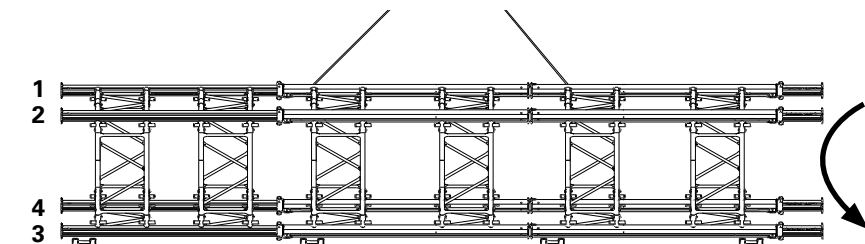

Fig. A3.08
2. A l'aide d'un engin de levage à 2 élingues, fixez l'échafaudage d'un côté et de façon symétrique à la hauteur de l'échafaudage. (Fig. A3.08)